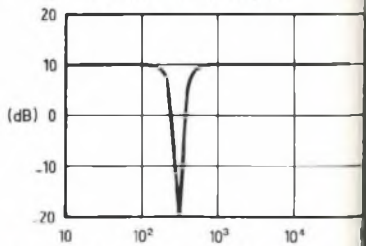

Fig. 5e : Filtre anti-larsen.
- Les filtres anti-larsen pour microphones (figure 5e) sont des coupe-bandes très sélectifs.